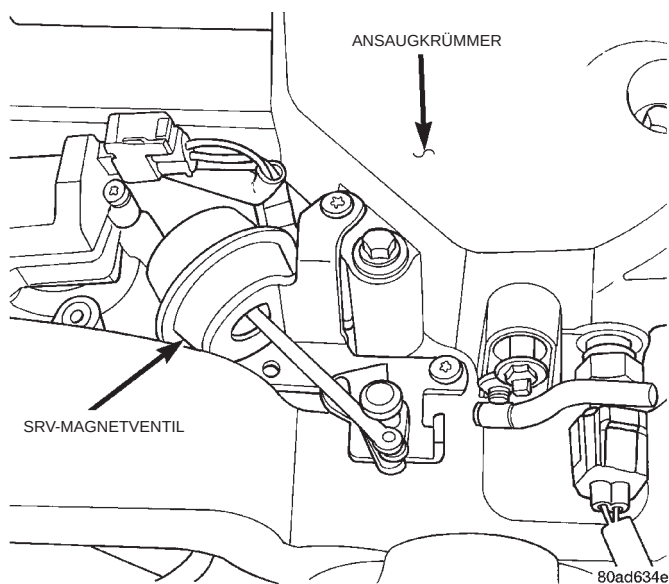

Abb. 35 SRV-Magnetventil
(7) Sicherstellen, daß der Schlauch der Kurbelgehäuseentlüftung am Drosselklappengehäuse angeschlossen ist.
(8) Sicherstellen, daß der Unterdruckschlauch am SRV-Magnetventil und am Unterdruck-Mehrfachschlauch angeschlossen ist (Abb. 35).